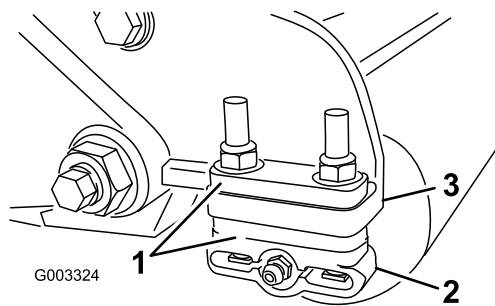

図 12
1. 図 12に従って、サイドプレート取り付けフランジ (図 12) の下に必要な枚数のスペーサーを入れて、後部ローラーブラケット **刈り高さ**と**下刃の選択表** (ページ 13)を希望の刈高範囲に調整する。